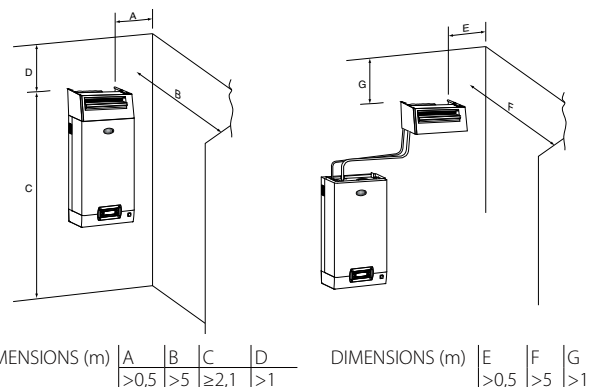

Fig. 3.c
2. le support de fixation en forme de "L" (voir détail 1 Fig. 3.b) est livré avec les distributeurs de vapeur modèles allant du DP085\* au DP205\*. Pour des longueurs inférieures, le support peut être fourni en option (code 18C478A088).